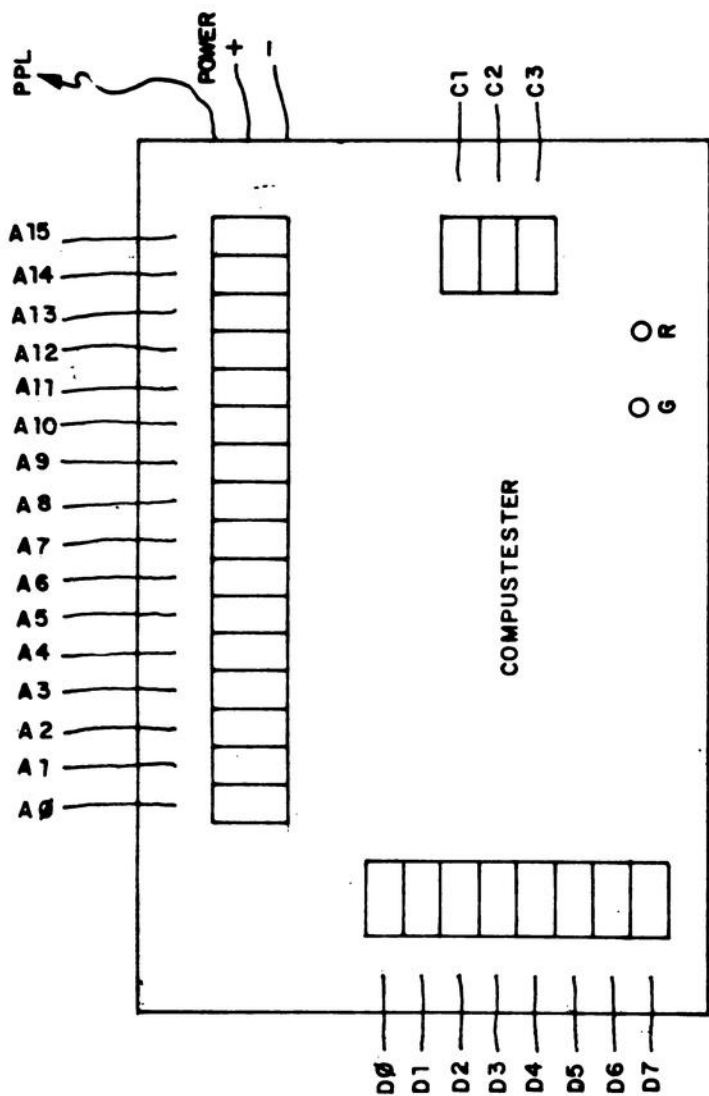

figura 11-3 - Tester estático - COMPUTESTER
- TESTER ESTATICO/COMPUTESTER: a maior dificuldade no conserto de aparelhos digitais é conseguir seguir o grande número de sinais, de frequência alta e irregular. Uma solução possível é substituir o microprocessador - fonte desses sinais - por um aparelho - o COMPUTESTER (figura 11-3) - que passa a emití-los sob controle manual do operador.